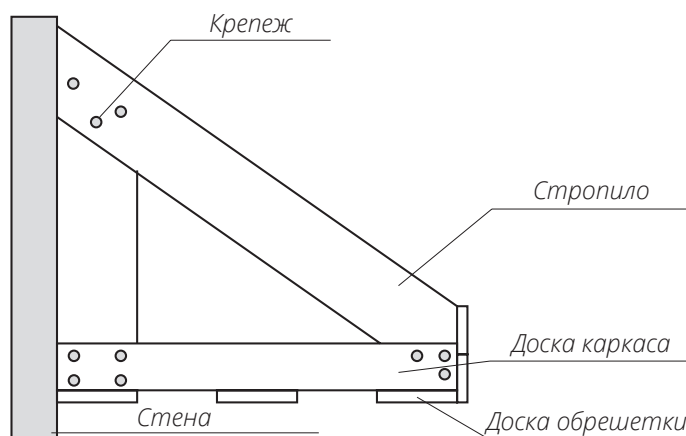

Рис. 4
■ Со стороны стены и лобовой доски прибейте 2 доски для крепления к ним доборных элементов и планок софита. Если длина свеса более 80 см, используйте 3 точки крепления для софита (рис. 4). Доски должны быть достаточной ширины, чтобы закрепить в них и доборные элементы и софиты, например, 100 мм.